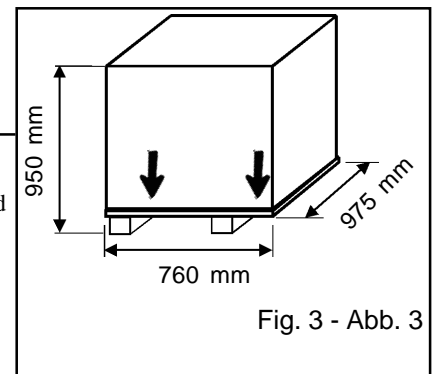

Fig. 3 - Abb. 3
- *The packaged machine may be moved by means of a fork lift truck of suitable capacity. Insert the forks at the points shown in figure 3.*
- La machine emballée doit être déplacée sur les fourches d'un chariot élévateur d'une capacité appropriée, enfilées aux points indiqués sur la figure 3.
Die verpackte Maschine darf nur mit einem dazu geeigneten Gabelstapler angehoben und transportiert werden, wobei die Gabeln an den in Abb. 3 angegebenen Punkten einzuschieben sind.